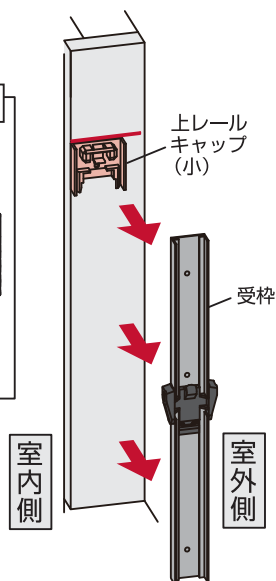

図2-2-2
② 印を付けたら、「受枠」をいったん外してください。 (図 2-2-2)